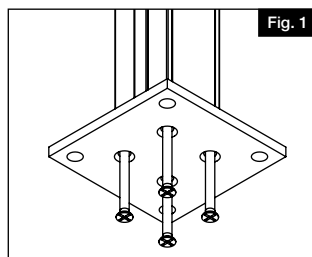
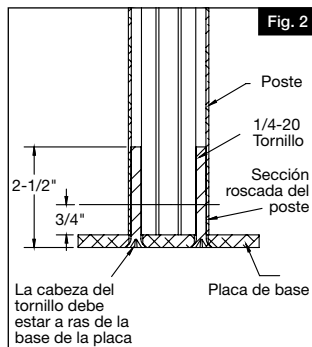

Fig. 1
Fig. 2
Instale las placas base en la parte inferior de los postes. Ubique el poste inferior con los agujeros pretrouquelados y fije la placa inferior a ese extremo. Utilizando la punta de desarmador cuadrada #3, atornille la placa base a la parte inferior del poste a través de los (4) salientes para tornillos (Fig. 1). Los postes están parcialmente roscados en uno de sus extremos (3/4"). Al instalar los tornillos, sentirá resistencia en la marca de 3/4" para un ajuste más firme y seguro. Instale los tornillos hasta que queden al ras con la placa (Fig. 2).